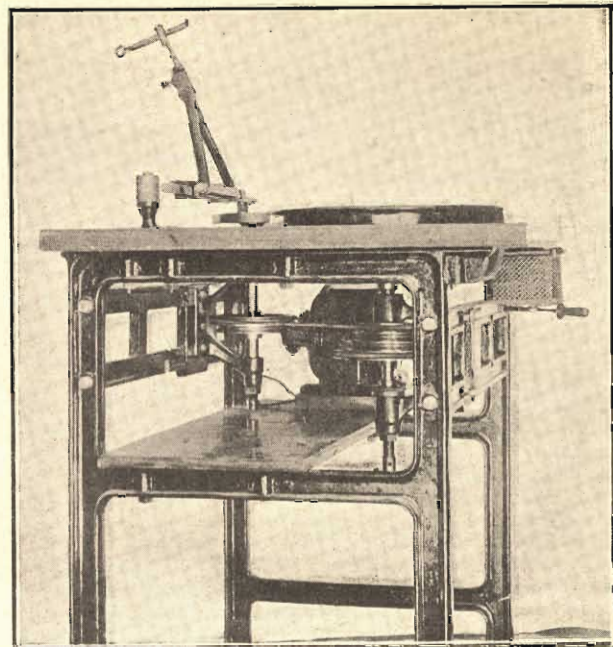

Fig. 2. — Macchina semplice modello piccolo vista di fianco.
L'acqua contenuta in un serbatoio S (fig. 2) viene sottoposta a forte pressione mediante aria compressa che, introdotta dai tubi N, N, e pesando sul livello del liquido, lo spinge ad uscire per il tubo pescante fin quasi in fondo al serbatoio, ove nuova acqua può venire immessa, anche continuamente purchè essa pure con sufficiente pressione, dall'apertura O. L'aria compressa può invece essere introdotta una volta tanto; e pur essendo uno dei tubi N, N (od entrambi) in comunicazione con un serbatoio d'aria di riserva, poichè esso rimane chiuso da una valvola, la pressione dell'aria medesima, opponendosi a quella dell'acqua che entra e aumentando a misura che il livello sale, regola pure la quantità d'acqua che rimane sempre nel serbatoio. Qualora, malgrado tutto, il livello salisse troppo, un galleggiante che fa da contrappeso ad una valvola aprirebbe leggermente quest'ultima introducendo nuova aria compressa.
Tuttavia, è ovvio che l'uso dei getti di vapore è un puro ripiego per non impiantare una pompa in prossimità immediata dell'evaporatore; anche la condensazione può far difetto, e tutto il funzionamento del sistema dipende dall'esistenza d'una bassa pressione interna generale. Questa è infatti ottenuta, in ultima analisi, da una pompa aspirante, ma situata sotto il condensatore, e che è pneumatica e idraulica nel medesimo tempo poichè usa precisamente l'acqua come strumento di aspirazione. Come si comprende dallo schema della figura 3, il liquido penetra dall'entrata A, succhiato dalla ruota centrifuga B, che la spinge nella camera C e la forza nel cono D, donde esce nel tubo apposito, spandendosi; ma durante il suo moto l'acqua trascina dell'aria (aspirata dal tubo y della fig. 2 per l'orifizio y della fig. 3), formando la prima come tanti stantuffi liquidi che racchiudono, fra essi, degli strati (L) della seconda.
Si ripete così il caso della pompa pneumatica a mercurio — la più perfetta finora conosciuta, ma senza bisogno di usare il mercurio — come, nell'insieme della macchina, il raffreddamento avviene senza bisogno di ricorrere a gas estranei, pericolosi per le loro proprietà chimiche e per la pressione cui sono sottoposti. Gli è che l'acqua la quale evapora nel recipiente E sottrae il suo calore dalla maggior parte rimanente, che cola in basso, e viene pompata dalla pompa P, verso l'alto, nel tubo che termina con una freccia (fig. 2) o lateralmente; essa ha una temperatura di poco superiore a zero, od anche di zero; e se non gela è grazie al suo movimento. Ma basta lanciarla nelle forme metalliche apposite, attorno alle quali circola una corrente d'aria che le raffredda ancora di qualche grado, per avere immediatamente dei blocchi di ghiaccio.
Se quest'acqua deve servire non per ottenere il ghiaccio direttamente, ma per raffreddarne dell'altra, basta mescolarla, nel serbatoio S, con del sale comune, che vi si scioglie mantenendola liquida anche a parecchi gradi sotto zero. Il processo è allora anche più economico, perchè una data quantità di acqua salata basta, circolando attorno alle forme, ad agghiacciare una quantità maggiore. Così pure, una piccola parte dell'acqua raffreddata nell'evaporatore E basta ad assorbire i vapori nel condensatore K, ed a misura che si riscalda e si rinnova, essa scende ad alimentare (per un tubo raccordato in C. ed invisibile nella fig. 2) la pompa pneumatica che è sotto il condensatore, mossa, come l'altra, e con un albero unico, dalla stessa turbina Z che aziona così tutto il sistema.